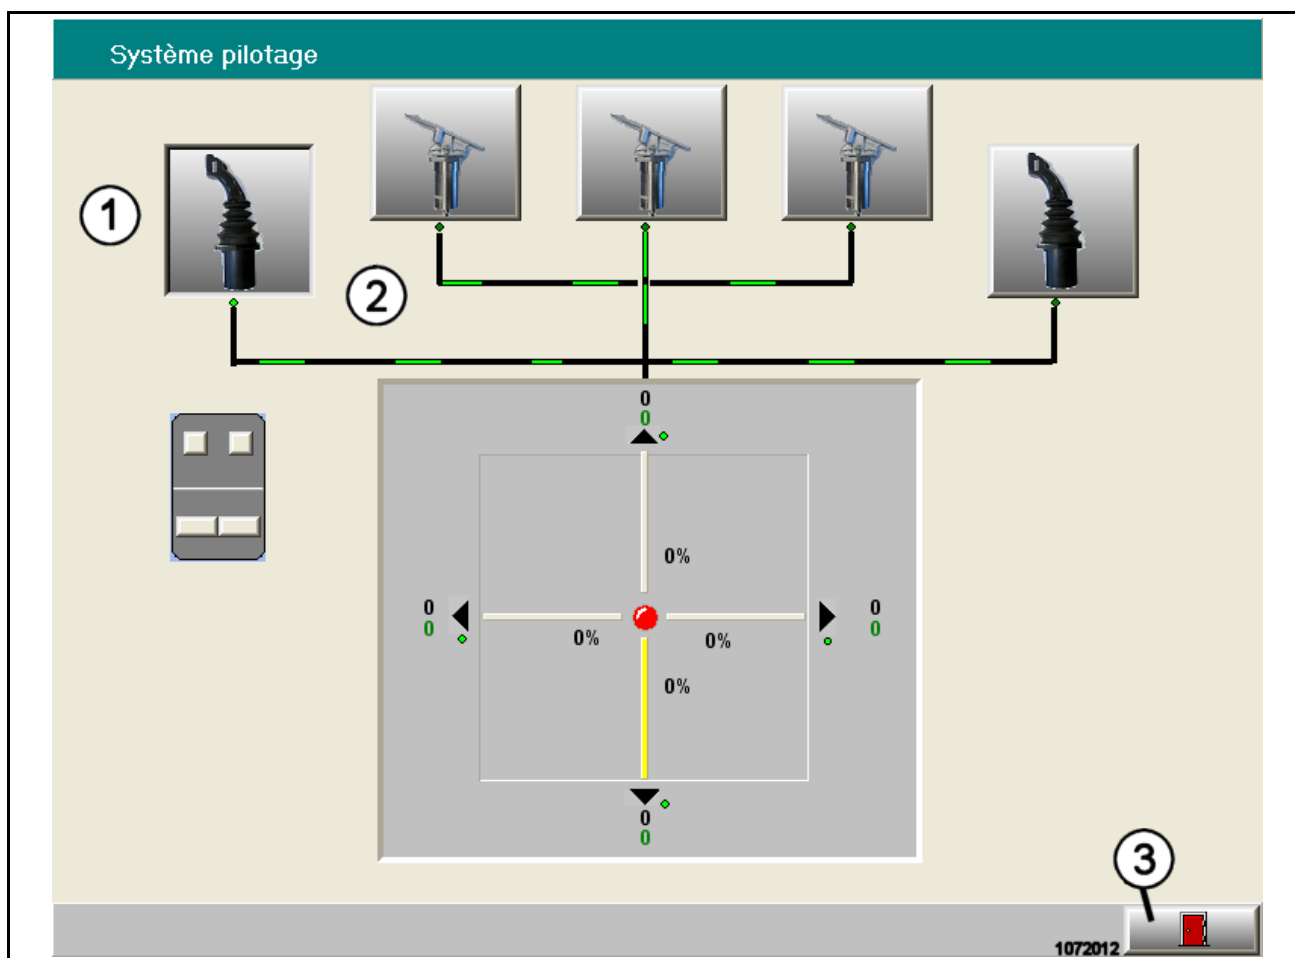

Fig. 5-11 :
Les courbes caractéristiques des leviers de commande (1, Fig. 5-11 :) et des pédales de commande (2) sont ajustables par le personnel d'entretien. Les valeurs ajustées sont présentées ici graphiquement et numériquement.